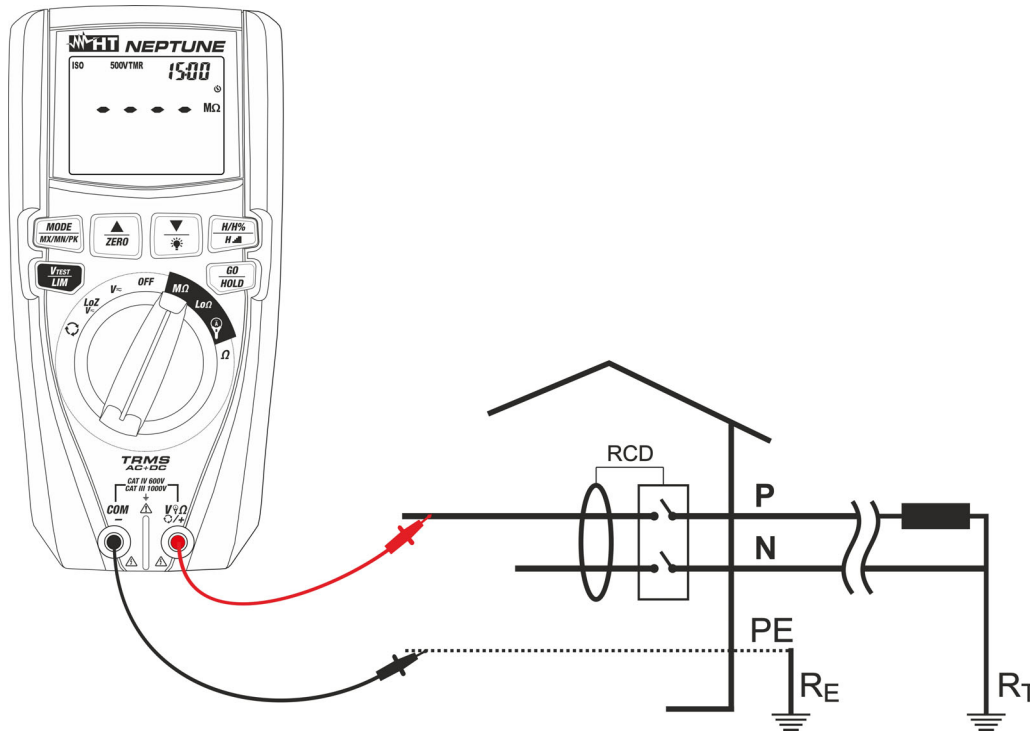

Fig. 19: Utilisation de l'instrument pour mesurer la résistance d'isolement en mode TMR
6. Introduire le câble rouge dans la borne d'entrée  $V\Omega\text{C}/+$  et le câble noir dans la borne d'entrée **COM**/– et les éventuelles bornes crocodiles et brancher l'instrument à l'installation objet du contrôle (voir Fig. 19)